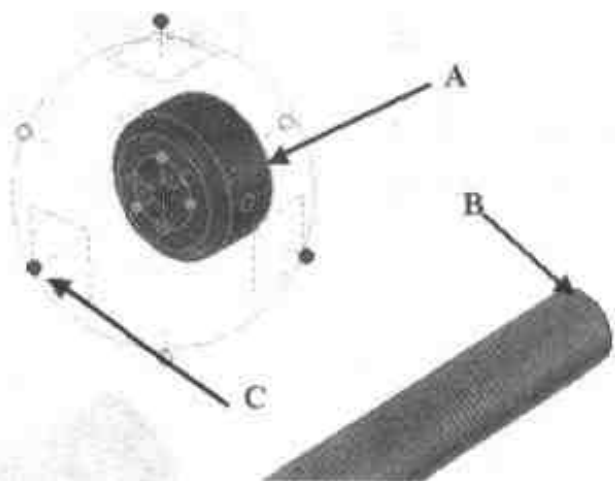

图 3.38 定位零件
- (3) 选择【文件】|【插入】|【零件/装配】命令, 在所附光盘的 score\example\jixie\3\换向机构文件夹中找到文件“止转圈.ics”, 单击【打开】按钮。
- (4) 选中止转圈后, 单击【三维球】按钮, 即可以打开三维球, 右击图 3.37 定向手柄(A)后选择【与轴平行】命令, 然后选择主动轴表面(图 3.38 B), 结果转圈和主动轴两个零件的轴线将会平行。
- (5) 按空格键，三维球变为白色，然后可以单独移动三维球。右击三维球中心手柄，选择【到中心点】命令，最后单击止转圈的上边缘(图 3.38 A)，按空格键后重新利用三维球来定位止转圈零件，三维球重新变为蓝色后，右击中心手柄，选择【到中心点】命令，最后单击主动轴上边缘(图 3.38B)。